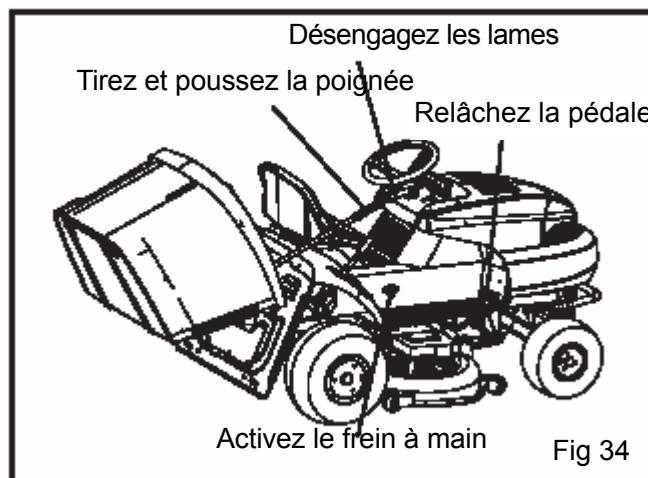

Fig 34
5. Faites basculer le récipient à l'aide de la poignée (Fig 34).